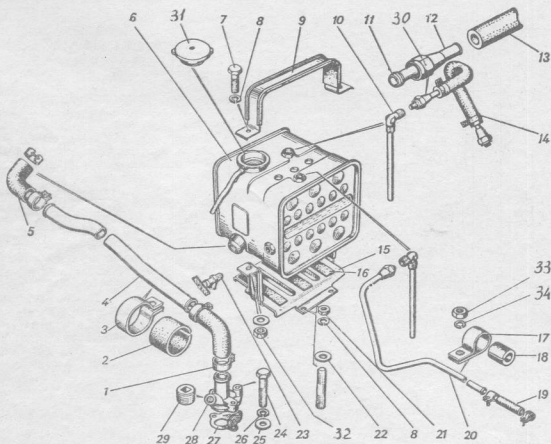

Рис. 8. Расширительный бачок системы охлаждения:
15. Отвернуть накидную гайку 30 (Рис. 8) соединительной трубки 12 от компрессора к расширительному бачку 6 и отсоединить трубку 12 от угольника 10. (Ключ гаечный открытый 22 мм).
19. Отвернуть гайки 32 (Рис. 8) с шайбами болтов 7 крепления верхней скобы 9 расширительного бачка, вынуть болты 7 с шайбами 8 и снять верхнюю скобу 9 с прокладкой. (Ключ гаечный открытый 13 мм, головка сменная 12 мм, удлинитель L=150 мм, ключ с присоединительным квадратом).